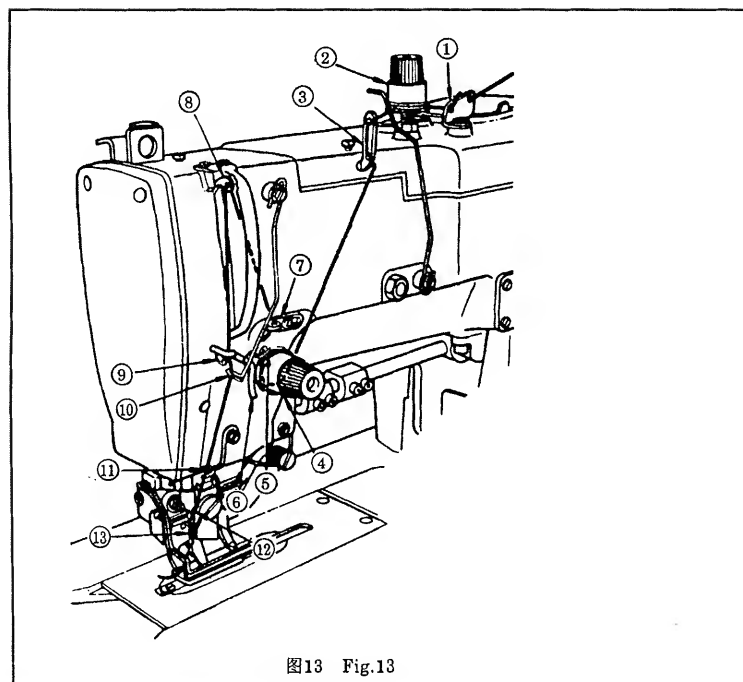

图13 Fig.13
11. 面线的穿法 图13
11. THREADING THE NEEDLE-THREAD Fig.13